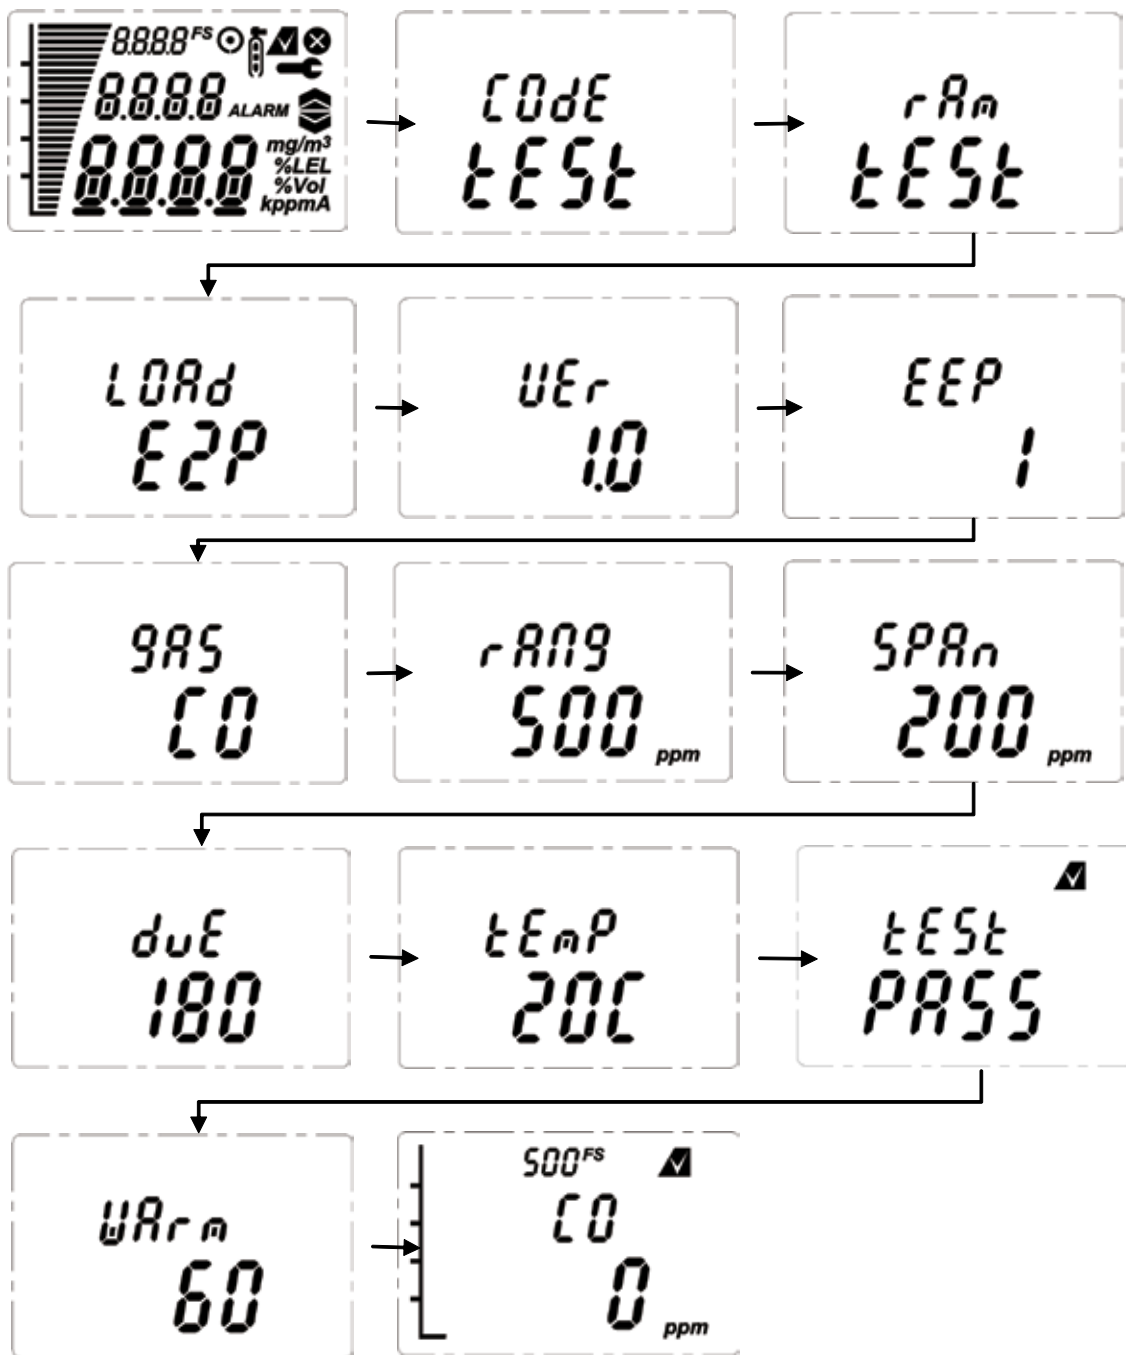

Abbildung 15: Normales Startverfahren (für CO-Sensorversion)
10. Danach wird eine Startsequenz ähnlich der in Abbildung 15 angezeigt.
Eine vollständige Beschreibung der in Abbildung 15 gezeigten Bildschirme finden Sie in Abschnitt 13.3 „Überprüfungsmodus“ dieses Handbuchs.